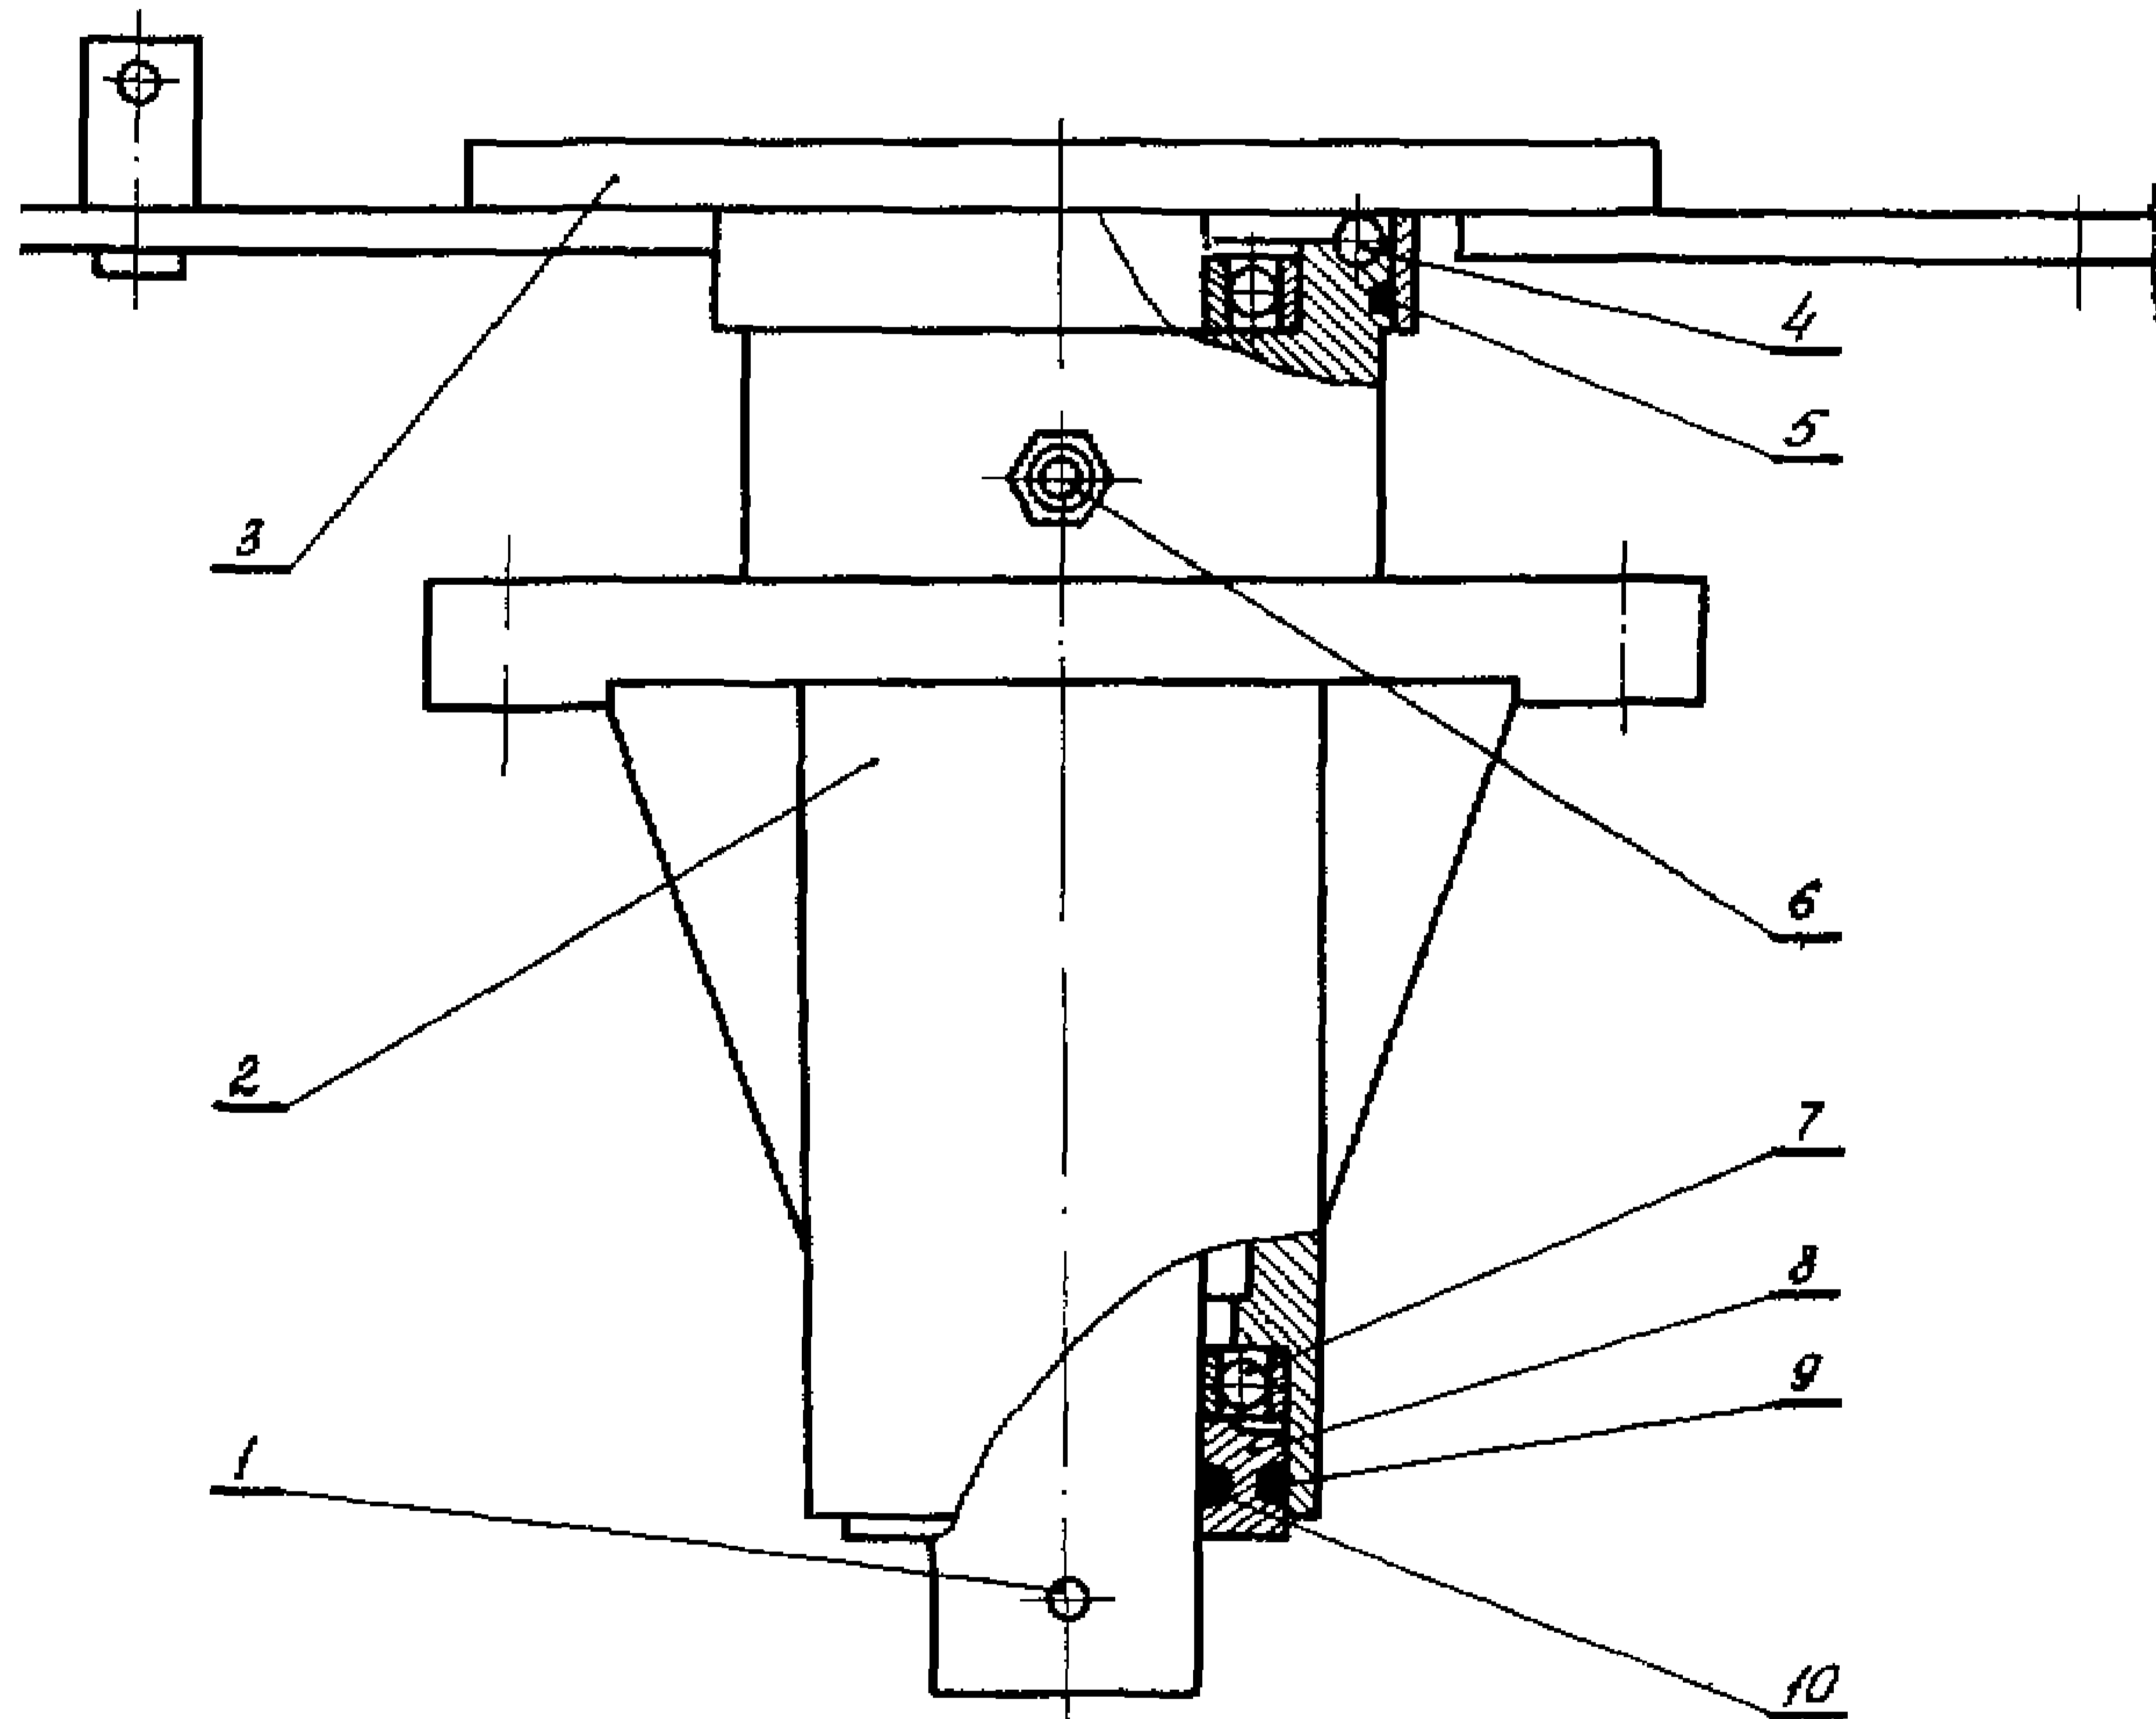

Рис. 5. Основание изолятора:
03.5. Удалить шплинт I (рис. 5), поднять опорный изолятор над основанием 2 и отвести изолятор в сторону.
03.12. Собрать основание согласно рис.5